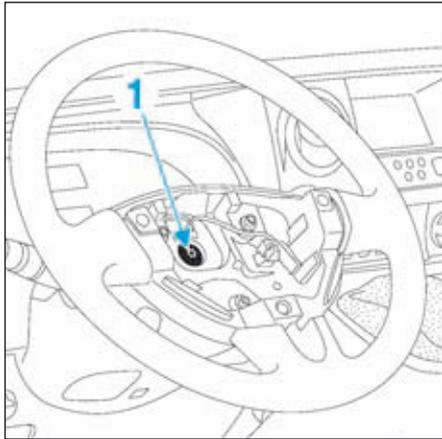

FIG.1
- Déposer la vis (1) du volant de direction (Fig.1).